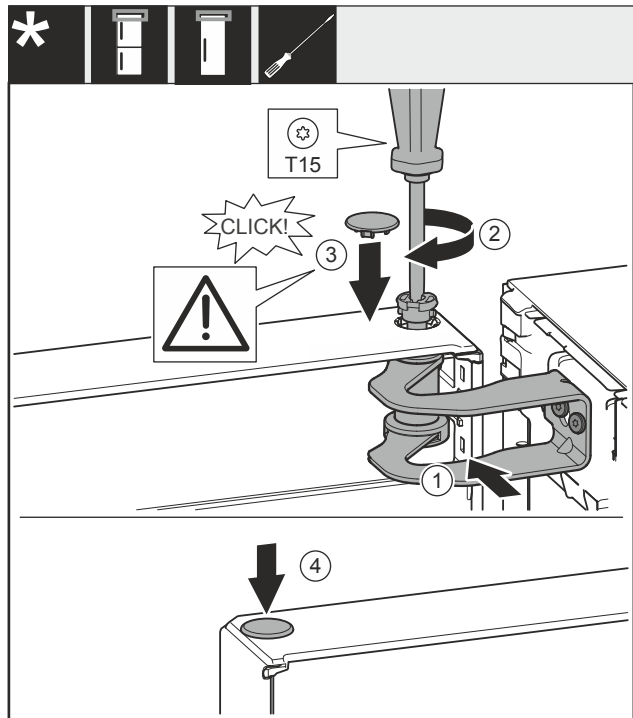

Fig. 36
- Niveloni derën për hapjen e saj në bazamentin mbështetës Fig. 36 (1).
- Futni bulonin Fig. 36 (2) dhe mbërthejeni me një kaçavidë.
- Vendosni kapakun mbulues Fig. 36 (3).
- Kontrolloni nëse kapaku mbulues Fig. 36 (3) qëndron mbi derë.
- Vendosni kapakun mbulues Fig. 36 (4).